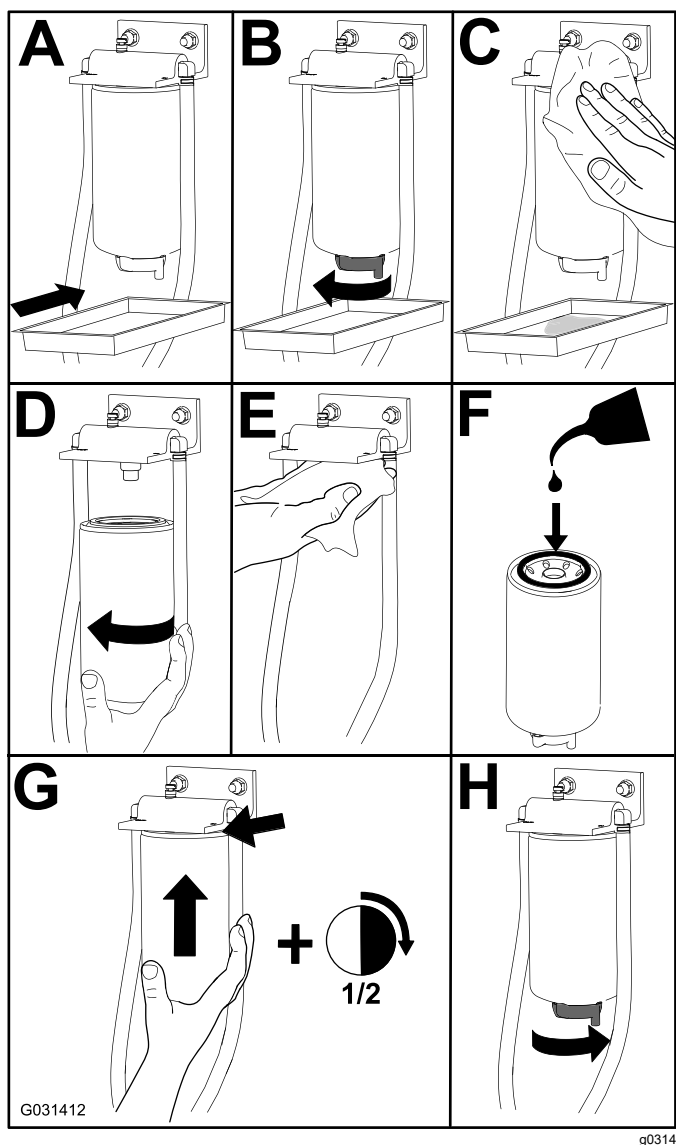

Figura 54
1. Sustituya el filtro tal y como se muestra en la Figura 54.